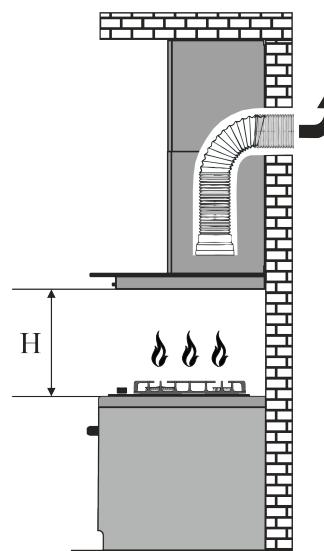

Рис.1
4.5 При монтаже вытяжки на необходимой установочной **высоте H** над плитой (рис.1) для отвода воздуха в вентиляционный канал используйте воздуховод Ø150 - Ø120мм. Меньший диаметр создаст дополнительное сопротивление воздуху, что приведет к увеличению шума и вибрации, а также к перегреву двигателя.
- в режиме отвода воздуха в дымоход кухни (рис.1);
вытяжки над электроплитами должна быть не менее 650мм, а над газовыми – не менее 750мм (рис.1).